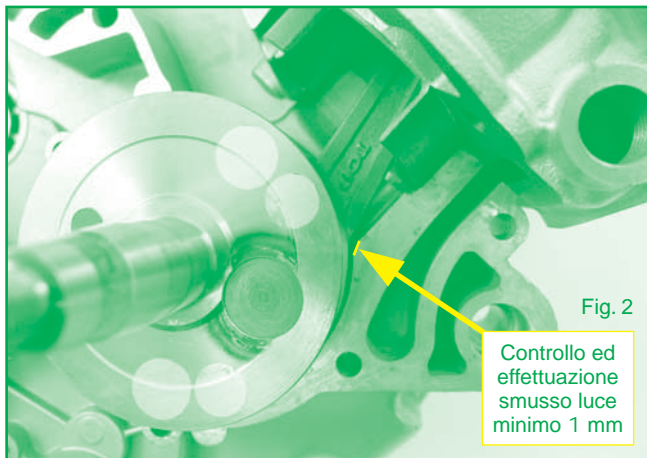

Fig. 2
3. Eseguire su entrambi i carters uno smusso come indicato in Fig. 2, in modo da consentire una luce di passaggio (distanza tra biella e carters) di almeno 1 mm.